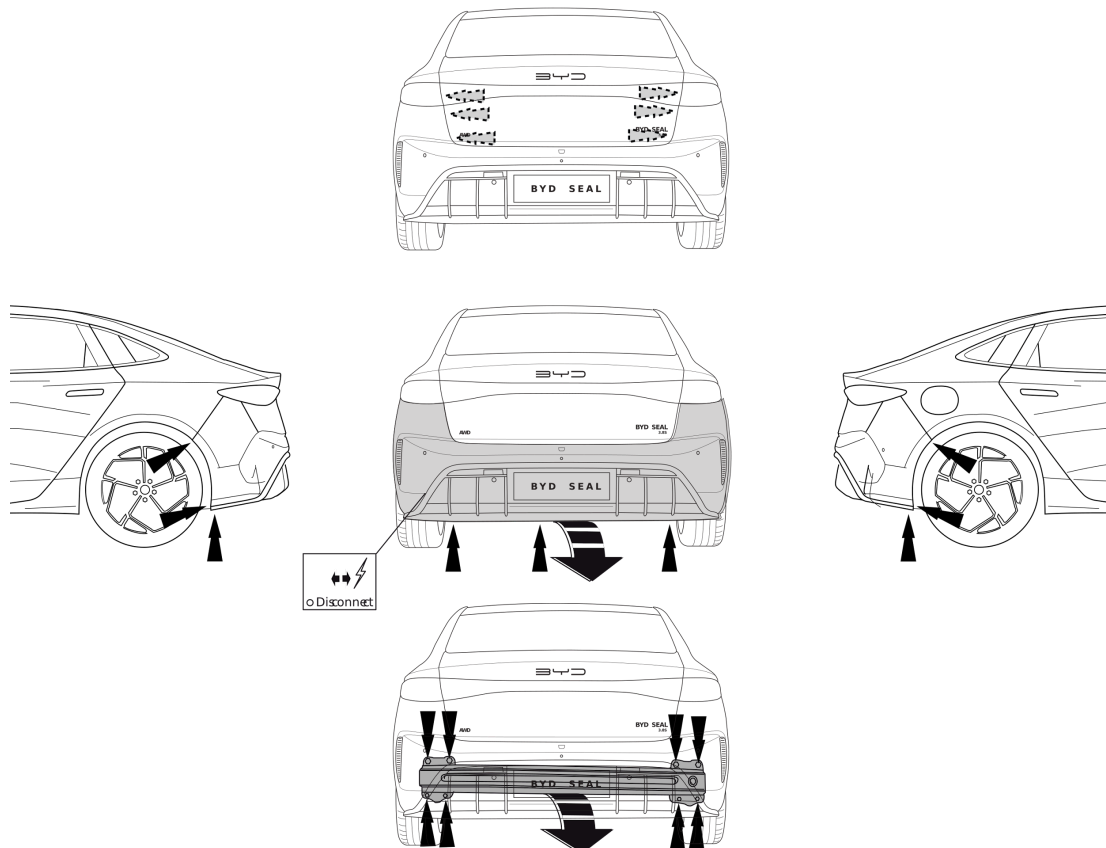

Fig. 1
- Die Stoßstange einschließlich des Stoßbalkens vom Fahrzeug abmontieren. Der Stoßbalken wird nicht mehr benötigt. Siehe Abbildung 1.
1. Demonter kofangeren, inklusive køretøjets stødbjælke. Stålstødbjælken skal ikke længere anvendes. Se fig. 1.